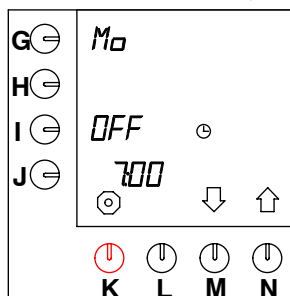

Fig. 43 Precalentamiento del contenedor
- El display muestra “0” en la posición adjunta a la de la tecla de programación (I.), ver fig. 43 .